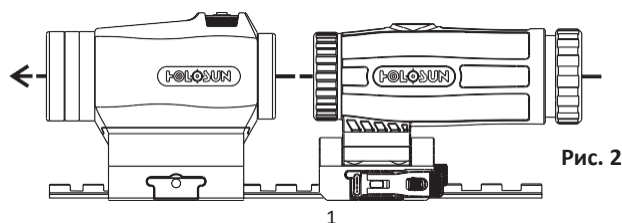

Рис. 2
1. Для лучшей идентификации удаленной цели установите увеличитель относительно коллиматорного прицела, как показано на Рис.2.